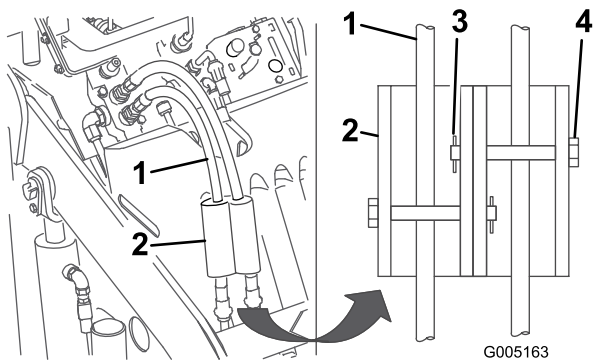

Figura 13
- Instale los bloqueos de cilindro sobre las mangueras hidráulicas y fíjelos con los pasadores y chavetas (Figura 13).